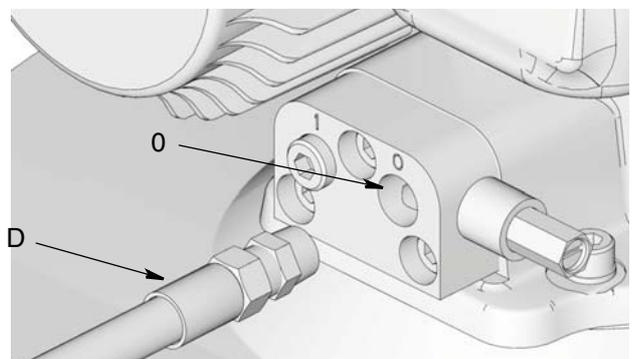

Рис. 62: Выпускной патрубок для смазочного материала
3. Отсоедините таймер / контроллер (F) (предоставляется пользователем, если используется).
4. Отсоедините линию подачи смазки под высоким давлением (D) к выпускному патрубку для смазочного материала (O) (Рис. 62) на воздуховыпускном клапане или коллекторе.